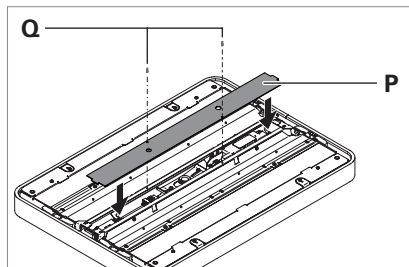

Fig. 12: Monter le couvercle.
- Placez le recouvrement **P** sur la tête du luminaire, voir Fig. 12.